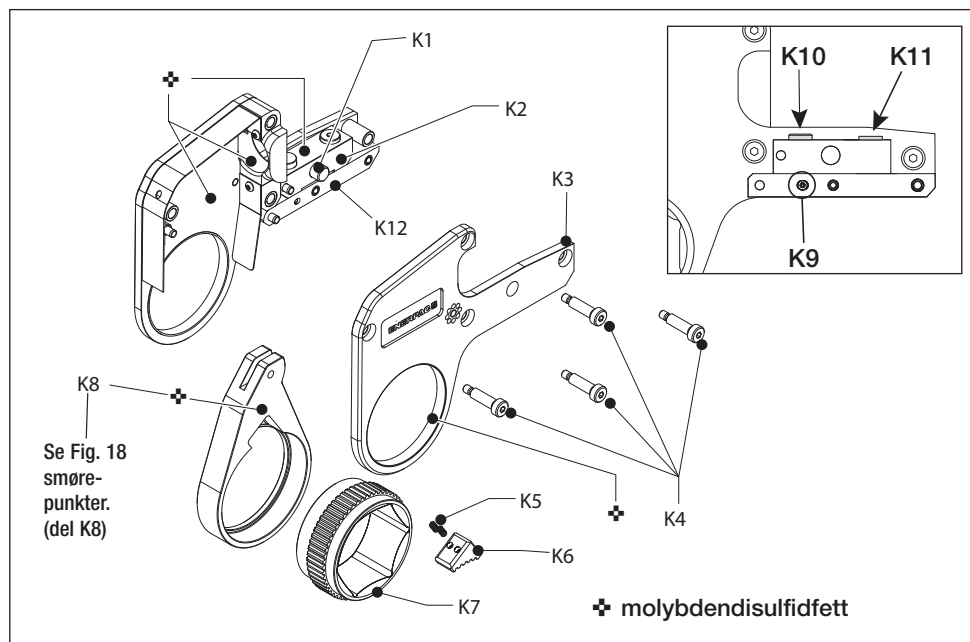

Fig. 18
5.4 Forebyggende vedlikehold - Kasset (fig. 18 og 20)
5.5 Fullt vedlikehold – Kasset (Fig. 18, 20 og 21)